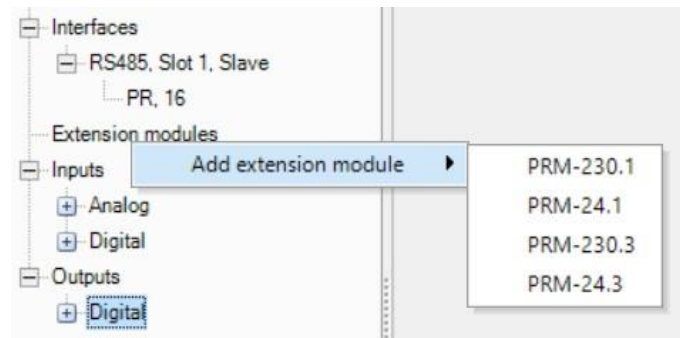

Fig. 4.1
- Ajouter le module PRM à l'aide du menu contextuel (Fig. 4.1)